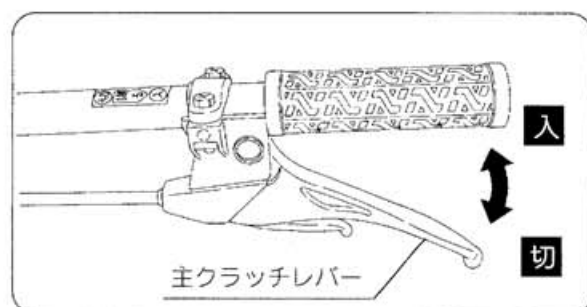

図12
- ② 主クラッチレバーをゆっくり握りますとクラッチが入ります。(図12)